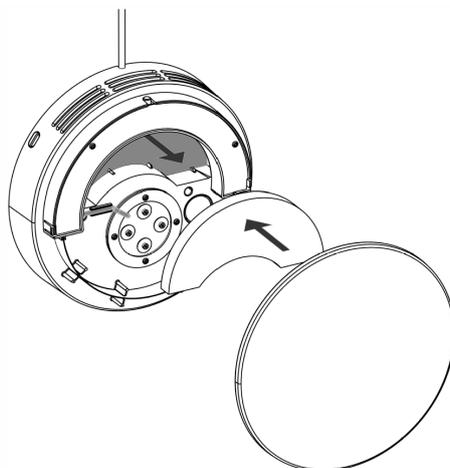

Figure 21 - Remplacez le filtre interne.
2. Retirez le couvercle intérieur. Retirez le filtre usagé et éliminez les éventuelles saletés à l'aide d'un chiffon sec (voir Figure 21 ci-dessous). Le filtre usagé peut être jeté avec les déchets ménagers. Remplacez le filtre usagé par un filtre neuf. Veillez à insérer le filtre dans la centrale par le côté lisse. Remettez le couvercle intérieur en place.